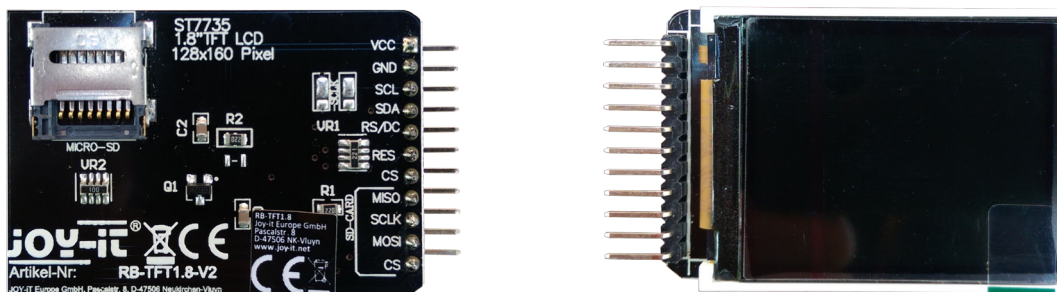
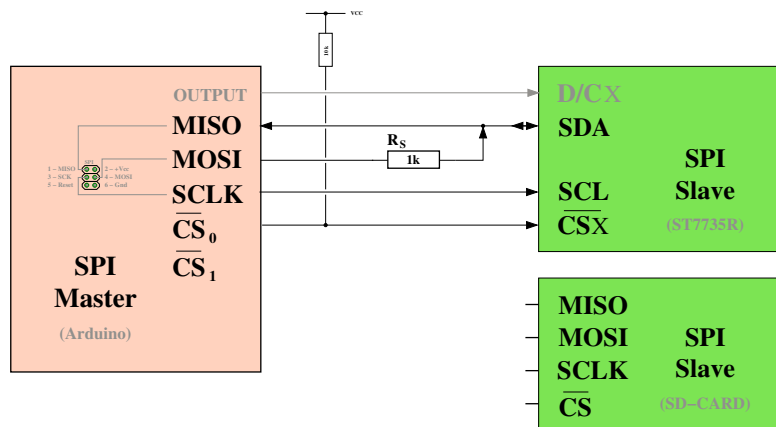
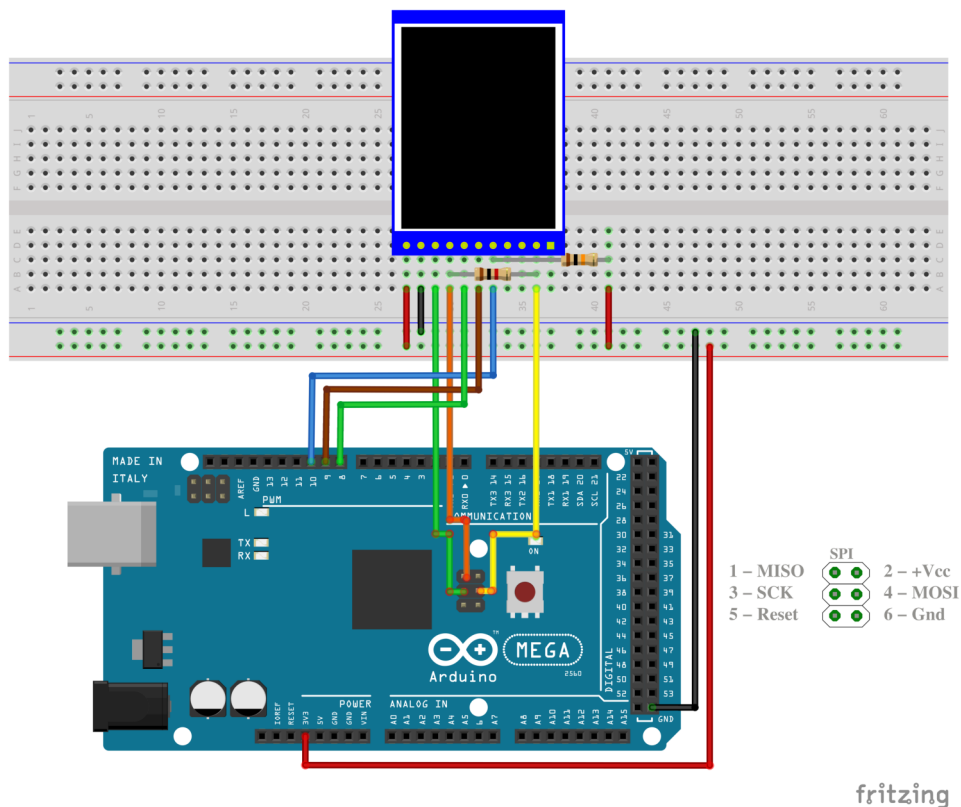

Abbildung 1: 1.8" TFT-Display mit SD-Card-Slot.
Abbildung 2: Anschlussvorschlag des Displays mit ST7735R-Controller
Abbildung 3: Vorschlag für die Verdrahtung des Versuchsaufbaus.
Das Aufgabenblatt 5 führte das in Abb. 1 gezeigte grafische 1.8" TFT-LCD-Display bereits ein. Dieses Display stellt zur Kommunikation mit einem externen Mikroprozessor über den integrierten ST 7735R Displaycontroller eine serielle 4-Draht Schnittstelle bereit, deren Protokoll dem des Serial Peripheral Interface (SPI) entspricht, welches durch den Prozessor des Arduino-Boards unterstützt wird.
Die Kommunikation mit dem Display kann also über den **SPI-Bus** des Arduino realisiert werden. Entsprechend der Abbildung 3 der Aufgabe 5 lassen sich die Verbindungen mit dem SPI-Bus, wie in Abb. 2 vorgeschlagenen, realisieren.
Der physikalische Aufbau der Ansteuerung des 1.8" TFT-LCD-Displays mit ST 7735R Controller aus Abb. 1 mit einem Arduino MEGA 2560 könnte, wie in Abb. 3 gezeigt, aussehen. Bei einer Umsetzung dieses Vorschlages zur Verdrahtung beachten Sie bitte folgende Hinweise:
- Verbinden Sie den Chip-Select-Pin  $\overline{CS}$  des Displays mit einem beliebigen digitalen Anschlusspin des Arduino MEGA 2560. Üblicherweise wird hierfür der Pin 10 verwendet. Die AVR-Prozessoren besitzen einen speziellen Slave Select (SS) Pin mit dem das Interface von außen als Slave konfiguriert werden kann. Da die SPI-Library den Arduino nur als Master unterstützt, muss dieser Pin – beim Arduino MEGA 2560 ist es Pin 53 – auf **OUTPUT** gesetzt werden (siehe Arduino SPI Library). In Abb. 3 wird als vom Master gesteuerter Slave Select Pin, also das Chip-Select Signal des Displays, Pin 10 verwendet.
Setzen Sie den Verdrahtungsvorschlag aus Abb. 3 in ein Proteus-Projekt um. Beachten Sie dabei, dass der Controller des obigen Displays bereits durch das Design des Breakout-Boards, also durch das Setzen von Verbindungen in Hardware, vorkonfiguriert ist. Dazu zählt beispielsweise die Auswahl der Schnittstelle, Reihenfolge der Farbübermittlung usw.